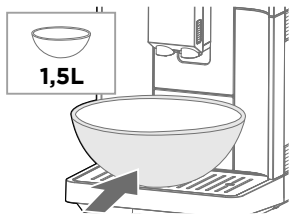

Fig. 1
9. Coloque um recipiente com capacidade mínima de 1,5 litros sob a saída de bebidas (Fig. 1).